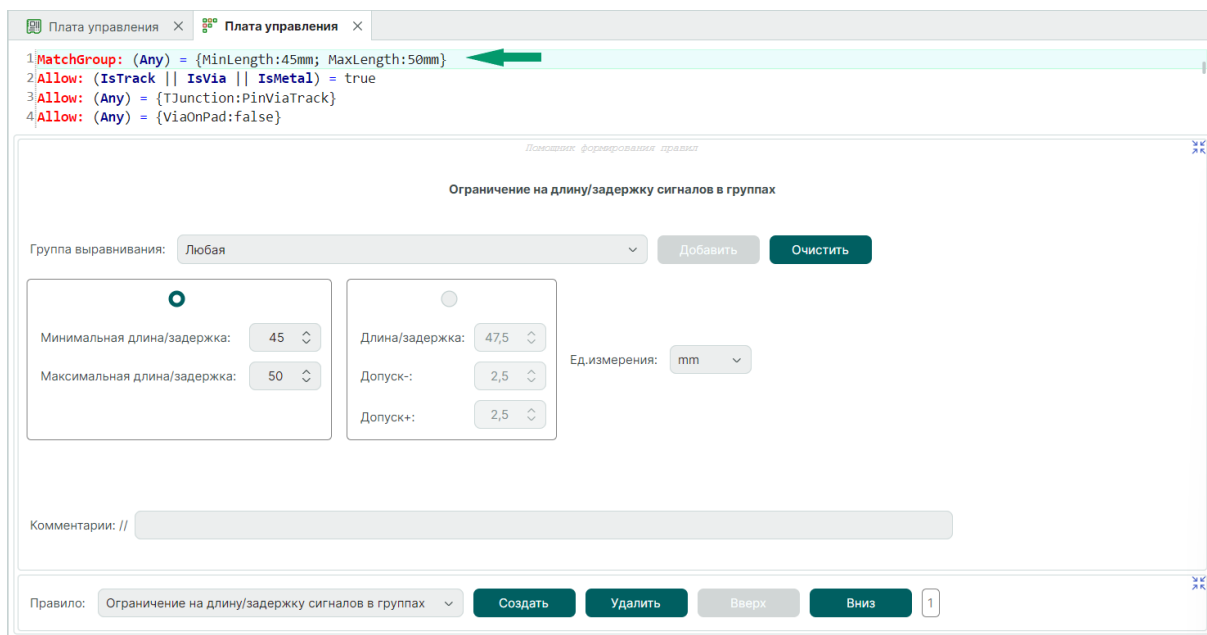

Рис. 388 Пример ограничения на длину/задержку сигналов в группах
1. Добавьте правила, определяющие длину/задержку сигналов в группах в редакторе правил, см. Рис. 388. Подробнее о работе с правилами см. Редактор правил.